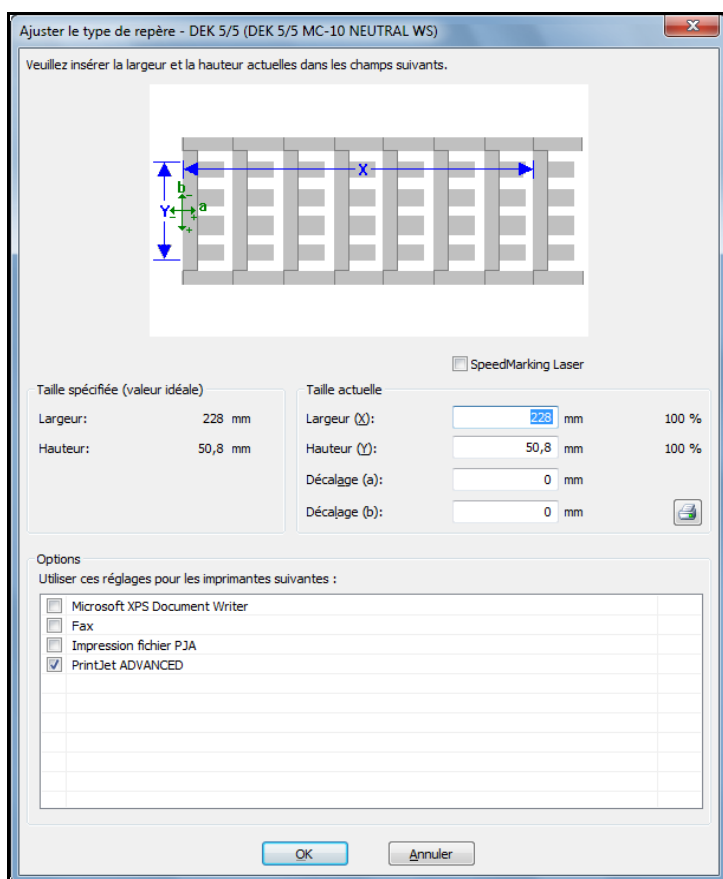

Figure 105 Ajustement du type de repère
Pour procéder à la correction nécessaire, il faut modifier la valeur de « Décalage (a) » dans la fenêtre « Ajuster le type de repère » (voir Figure 105 Ajustement du type de repère).
Pour procéder à la correction nécessaire, il faut modifier la valeur de « Décalage (b) » dans la fenêtre « Ajuster le type de repère » (voir Figure 105 Ajustement du type de repère).
Pour procéder à la correction nécessaire, il faut soustraire la valeur mesurée (1 mm dans ce cas) de la valeur actuelle « Largeur (X) » dans la fenêtre « Ajuster le type de repère » (voir Figure 105 Ajustement du type de repère).
Si l'impression se décale de plus en plus d'un repère à l'autre et du centre vers la gauche, il faut au contraire ajouter la valeur mesurée à la valeur actuelle « Largeur (X) » dans la fenêtre « Ajuster le type de repère » (voir Figure 105 Ajustement du type de repère).
Pour procéder à la correction nécessaire, il faut soustraire la valeur mesurée (1 mm dans ce cas) de la valeur actuelle « Hauteur (Y) » dans la fenêtre « Ajuster le type de repère » (voir Figure 105 Ajustement du type de repère).
Si l'impression se décale de plus en plus d'un repère à l'autre et du centre vers le bas, il faut au contraire ajouter la valeur mesurée à la valeur actuelle « Hauteur (Y) » dans la fenêtre « Ajuster le type de repère » (voir Figure 105 Ajustement du type de repère).